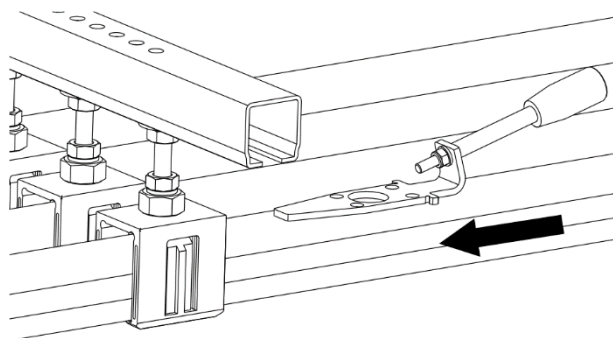

Abb. 3: Werkzeug 1 zwischen Schleifleitung und Schienenhalter schieben
- Werkzeug 1 bis zum Anschlag zwischen Schleifleitung und Schienenhalter schieben (siehe Abb. 3).